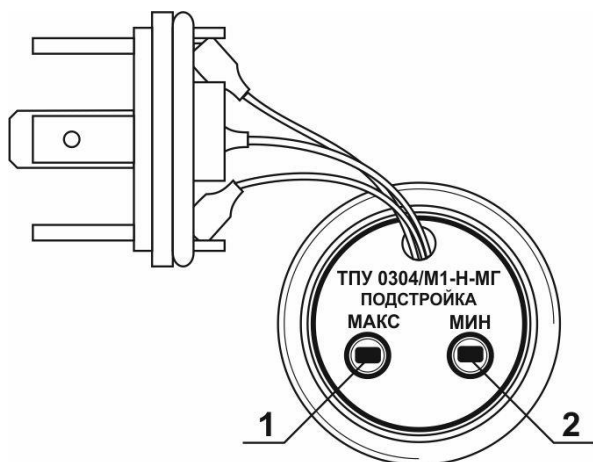

Рисунок 2.2 - Внешний вид ТПУ 0304/М1-Н с ТС-МГ/1 со снятым разъемом
2.3.9. Термопреобразователи ТПУ 0304/М1-Н с ТС-МГ/1 имеют неразборную конструкцию. Для доступа к кнопкам «МАКС» и «МИН» необходимо открутить разъем (см. рис. 2.2).